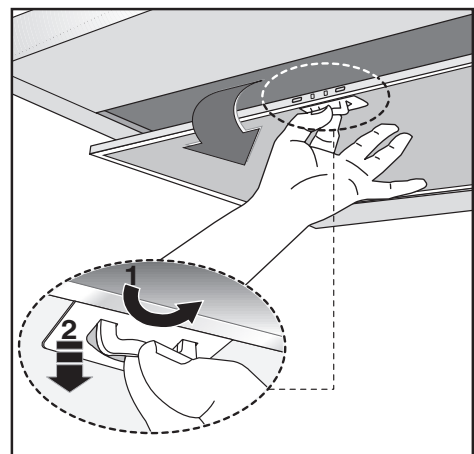

Fig.5
- La distanza minima fra la superficie di supporto dei recipienti di cottura sul dispositivo di cottura e la parte più bassa della cappa da cucina deve essere di almeno **65 cm**. Se dovesse essere usato un tubo di connessione composto di due o più parti, la parte superiore deve essere all'esterno di quella inferiore. Non collegare lo scarico della cappa ad un condotto in cui circoli aria calda o utilizzato per evacuare fumi degli apparecchi alimentati da un'energia diversa da quella elettrica. Prima di procedere alle operazioni di montaggio, per una più facile manovrabilità dell'apparecchio disinserire i filtri/i antigraio (Fig.5).